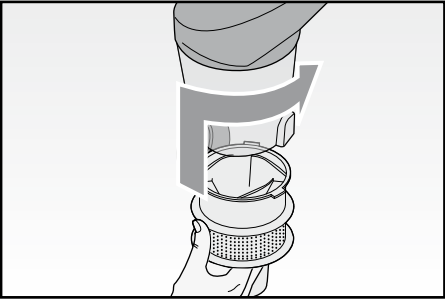

Fig. 10
- Prima di procedere con un nuovo utilizzo, occorre riassemblare il contenitore (A).
- Inserire il filtro all'interno del contenitore (A) e bloccarlo ruotandolo in senso antiorario (Fig. 10).